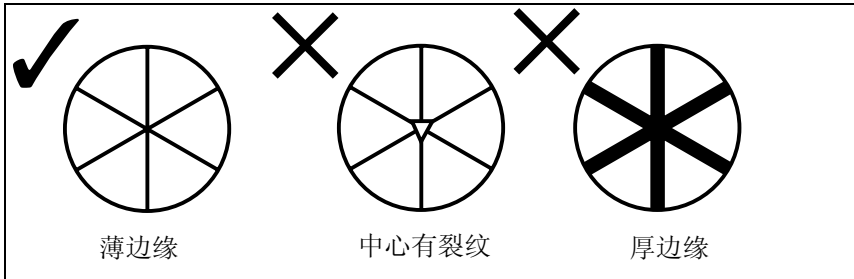

图 2.1 棱镜
- 不要使用有刮痕、表面不干净或中心有裂纹的棱镜。请看图 2.1。
- 建议使用边缘薄的棱镜。请看图 2.1。